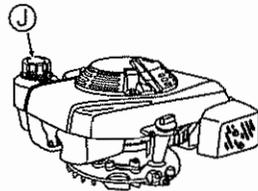

Fig. 10
1 Ouvrez le bouchon du réservoir à carburant (J) et ajoutez le carburant. Essuyez immédiatement avec un chiffon si de l'essence a coulé. (Voir Fig. 10)